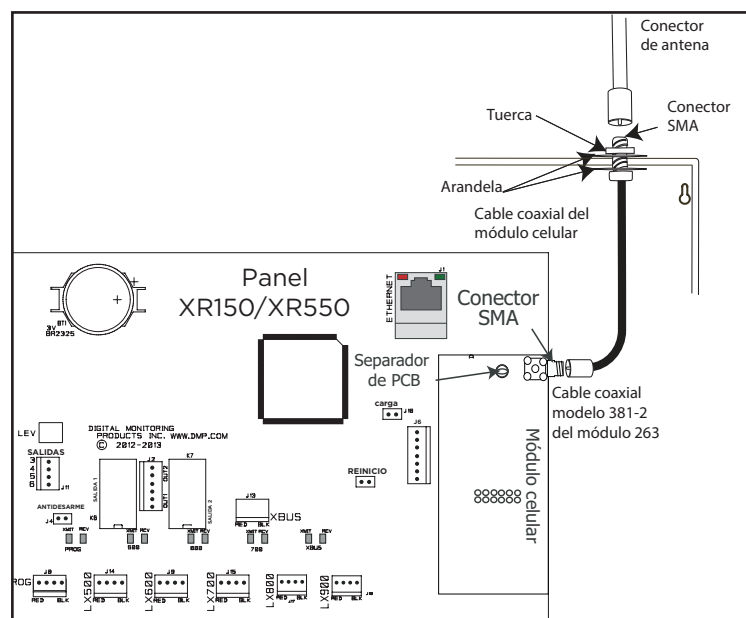

Figura 13: Instalación del módulo celular
3. Presione el conector de 12 pines de la tarjeta PCB del módulo en el conector CELL MODULE del panel mientras aplica presión uniforme a ambos lados de la placa para asentar completamente el módulo. Ver Figura 13.
4. Conecte la antena 383 al conector SMA. Ver Figura 13.